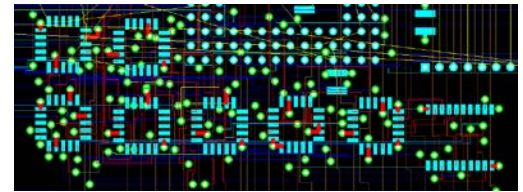

Рис. 19. Результат трассировки стрингеров, вариант 4.
Система выполнит трассировку стрингеров, которые появятся у всех контактных площадок компонентов, которые имеют связи с указанными микросхемами (рис. 19). Из отчета, показанного на рисунке 20, следует, что программа выполнила три прохода трассировки, причем в ходе первого из них (FP) выполнялась трассировка стрингеров, а в ходе двух других разводка связанных с ними проводников. По окончании процедуры на плате имеется 393 переходных отверстия и 1869 сегментов проводников.